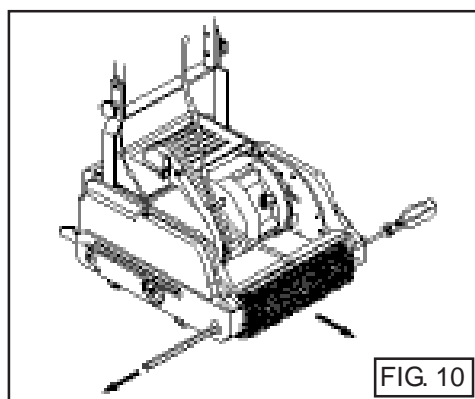

FIG. 10
13.1.1 Escova dianteira (FIG. 10)